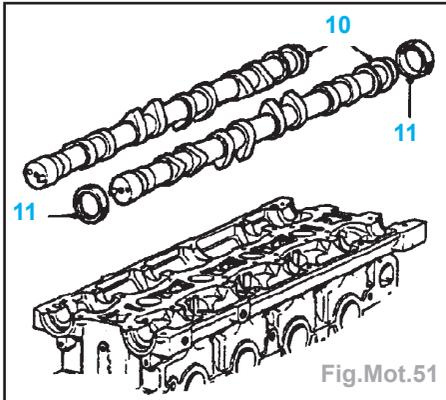

Fig.Mot.51
- Déposer et jeter les joints d'huile (**11**) des arbres à cames (Fig.Mot.51).